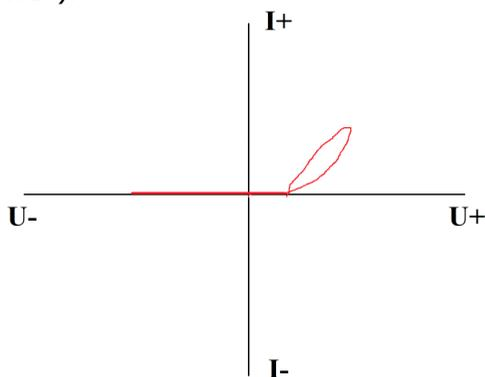

Рисунок 10. Внешний вид графика ВАХ соединения конденсатора и диода.
- Соединение конденсатора и диода будет выглядеть следующим образом (Рисунок 10):